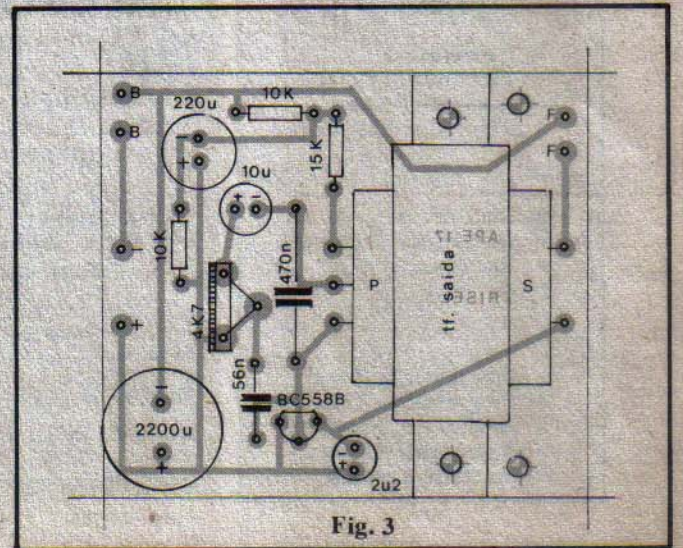

Fig. 3
A colocação e posicionamento dos componentes sobre a face não cobreada da placa estão claramente mostrados na fig. 3, que traz o "chapeado" da montagem. Observar com atenção a posição do transistor (referenciada pelo lado "chato" do componente), as polaridades dos capacitores eletrolíticos (normalmente marcadas no corpo do componente, ou codificada através do comprimento dos seus terminais - ver TABELÃO) e as posições relativas do primário (P) e secundário (S) do transformador (o primário apresenta 3 fios, e o secundário apenas 2...).